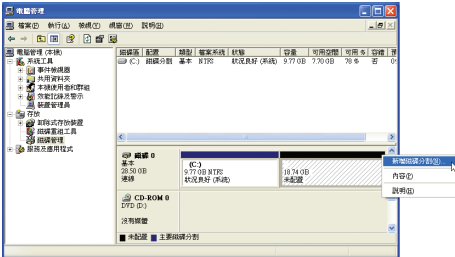

图6
5. 如果在安装操作系统时，未做好磁盘分区的规划配置，您也可以在“磁盘管理”中，对除了操作系统磁盘外的磁盘分区进行再次分区配置（图6、7）。但“磁盘管理”中，若显示只有该操作系统磁盘一个磁盘分区，则无法进行磁盘空间再次分区配置，也无法进行一键还原（Xpress Recovery2），此时请重新安装操作系统和规划硬盘分区。